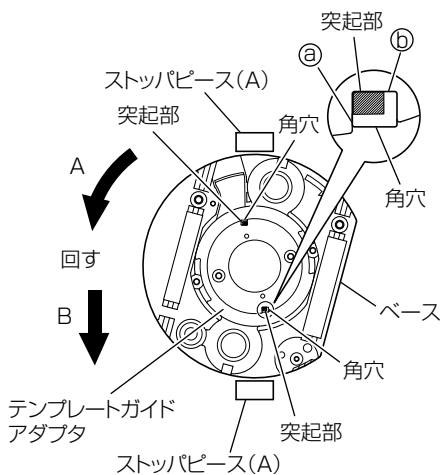

図 7
- (2) テーブルの突起部がテンプレートガイドアダプタの角穴の中に入るようにルータ本体をテーブルに付けます。(図 7)
- (3) ルータ本体を矢印 A 方向へ回転して、テンプレートガイドアダプタの角穴 ① 面にテーブルの突起部を当てます。(図 7)
- (4) ルータ本体を矢印 B 方向へ動かし、テンプレートガイドアダプタの角穴 ② 面にテーブルの突起部を当てます。(図 7)